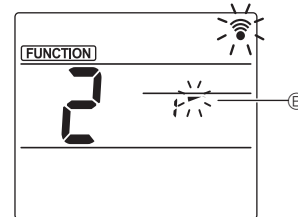

Fig. 3
③ Postavljanje kuta krilca (Fig. 3)